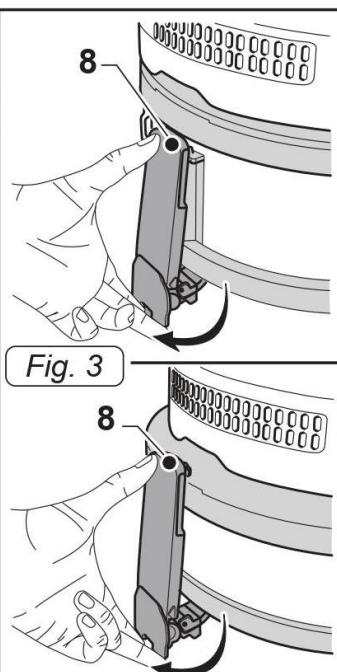
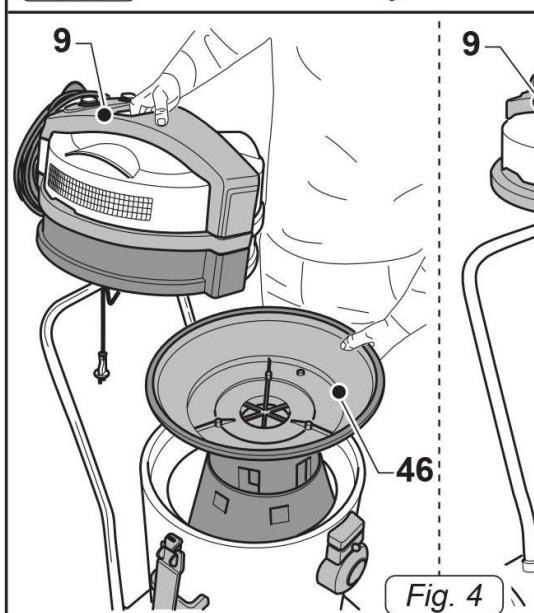

Fig. 3
Fig. 4
- Åbn beholderclipsene (8, Fig. 3) og løft motortoppen (9, Fig. 4) komplet med motor og flyder (46, Fig. 4).
- Monter flyderen (46, Fig. 35) igen således at FRONT pilen peger mod fronten af maskinen (58, Fig. 35); monter ligeledes motortoppen (9, Fig. 35) og fastgør den med beholderclipsene (8, Fig. 3).
- Åbn beholderclipsene (8, Fig. 3) og løft motortoppen (9, Fig. 4) komplet med motor og flyder (46, Fig 4).
- Monter flyderen (46, Fig. 35) igen således at FRONT pilen peger mod maskinens front (58, Fig. 35); monter ligeledes motortoppen (9, Fig. 35) og fastgør den med beholderclipsene (8, Fig. 3).